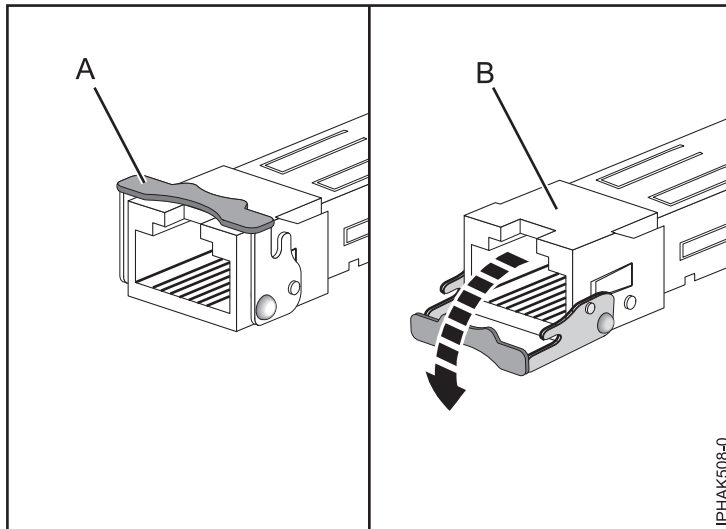

Abbildung 11. Ausbauen von SFP-Transceivern aus Adaptern
Anmerkung: Bei einigen Ethernet- oder Fibre-Channel-Adaptern müssen, damit der Haltesteg ausgebaut werden kann, zuerst die SFP-Transceiver (Small Form-Factor Pluggable Transceiver) entfernt werden. Legen Sie dazu die Karte flach auf eine ebene, antistatische Oberfläche und öffnen Sie die Verriegelung (A), indem Sie sie von der Karte weg nach unten drehen (siehe Abb. 11 auf Seite 25). Schieben Sie den Transceiver (B) aus dem Adapter. Wiederholen Sie diesen Vorgang für den anderen Transceiver.
Anmerkung: Bei einigen Ethernet- oder Fibre-Channel-Adaptern müssen, damit der Haltesteg ausgebaut werden kann, zuerst die SFP-Transceiver (Small Form-Factor Pluggable Transceiver) entfernt werden. Legen Sie dazu die Karte flach auf eine ebene, antistatische Oberfläche und öffnen Sie die Verriegelung **(A)**, indem Sie sie von der Karte weg nach unten drehen (siehe Abb. 11 auf Seite 25). Schieben Sie den Transceiver **(B)** aus dem Adapter. Wiederholen Sie diesen Vorgang für den anderen Transceiver.